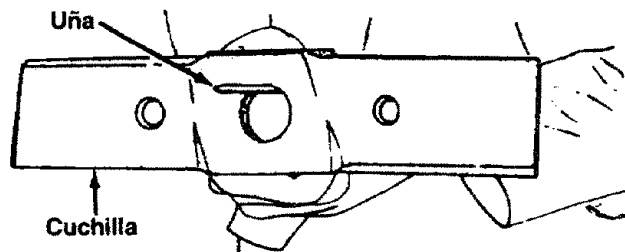

FIGURA 20.
- Puede probarse la cuchilla para equilibrio equibrándola sobre un destornillador redondo de eje o uña. Quite metal del lado pesado hasta que esté equilibrada igualmente. Vea la figura 20.